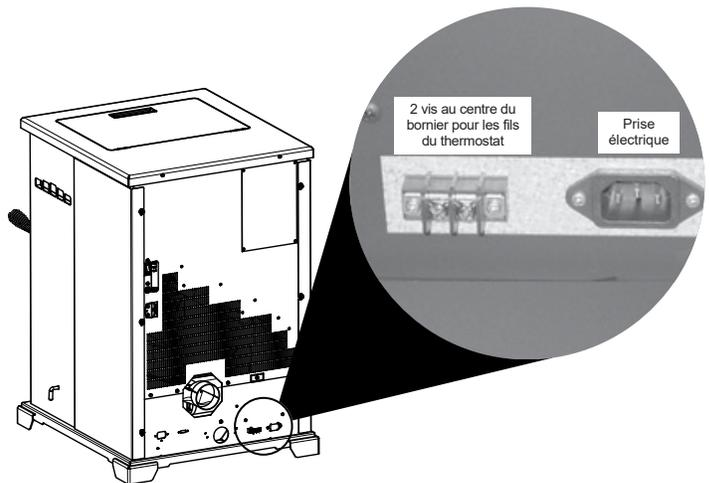

Figure 24.2
- a. Il y a quatre (4) vis de bornier situé à l'arrière de l'angle inférieur gauche de la poêle directement sur le côté du cordon d'alimentation entrée. Le centre de deux (2) vis pour les fils du thermostat attacher les fils du thermostat à ces deux vis (**Figure 24.2**).